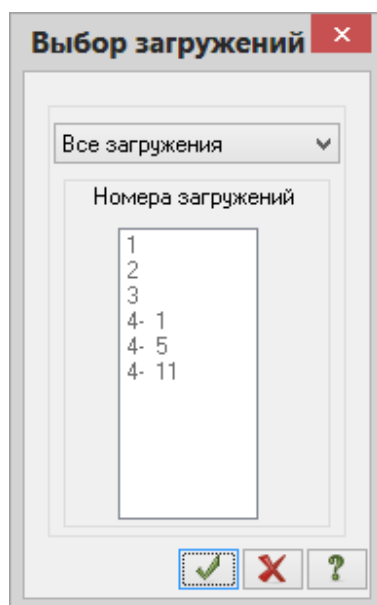

Рис.4.37. Диалоговое окно **Выбор загружений**
- В новом окне **Выбор загрузений** (рис.4.37), при активной строке **Все загрузения**, щелкните по кнопке  – **Подтвердить**.